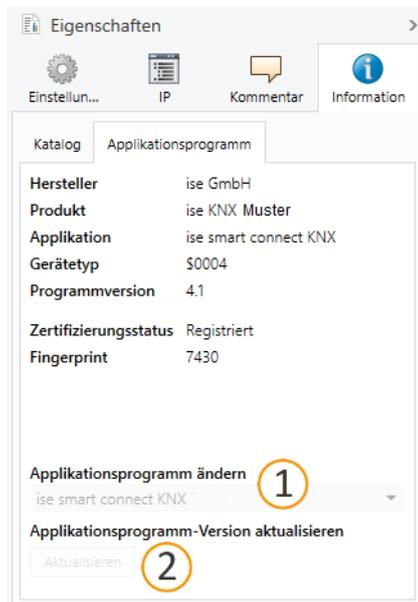

Abbildung 26: Applikationsprogramm aktualisieren
5. Wählen Sie die Schaltfläche <<Aktualisieren>> unterhalb des Punkts <<Applikationsprogramm-Version aktualisieren>> (siehe Abbildung 26, Pos. 2).
○ Wenn Sie den Wert unter <<Applikationsporgramm ändern>> (siehe Abbildung 26, Pos. 1) ändern, gehen benutzerdefinierte Einstellungen wie z. B. die Verknüpfungen zu den Gruppenadressen verloren.